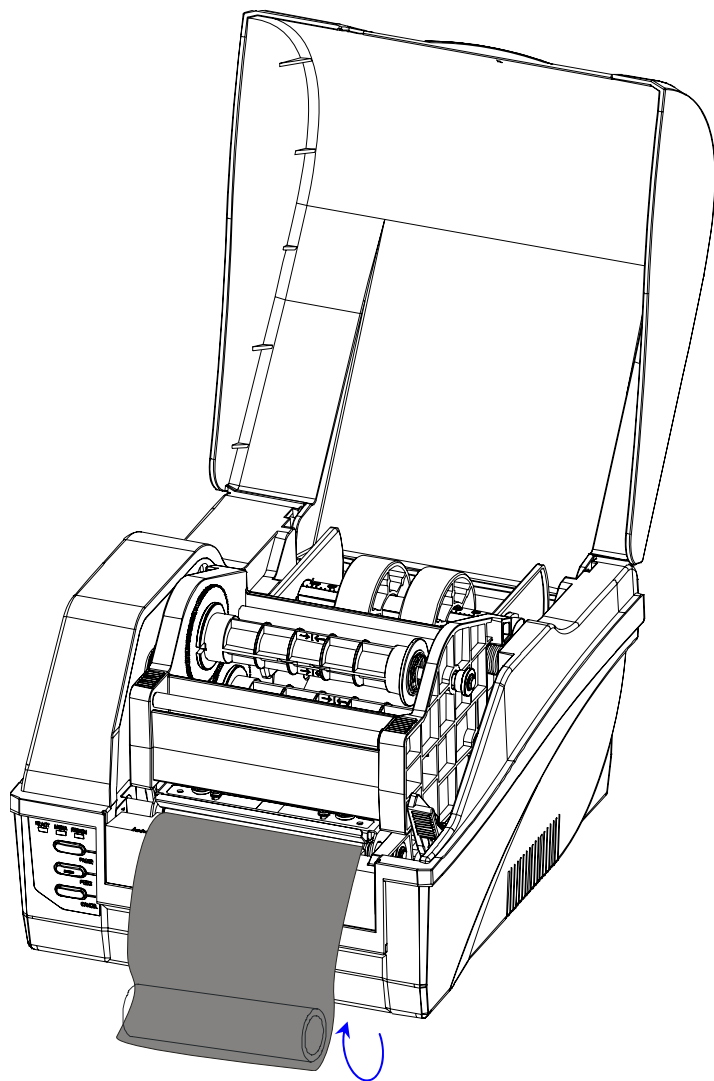

图 5-5
7. 放下打印头模组，然后将碳带的带头卷到空卷芯上(图 5-5)；